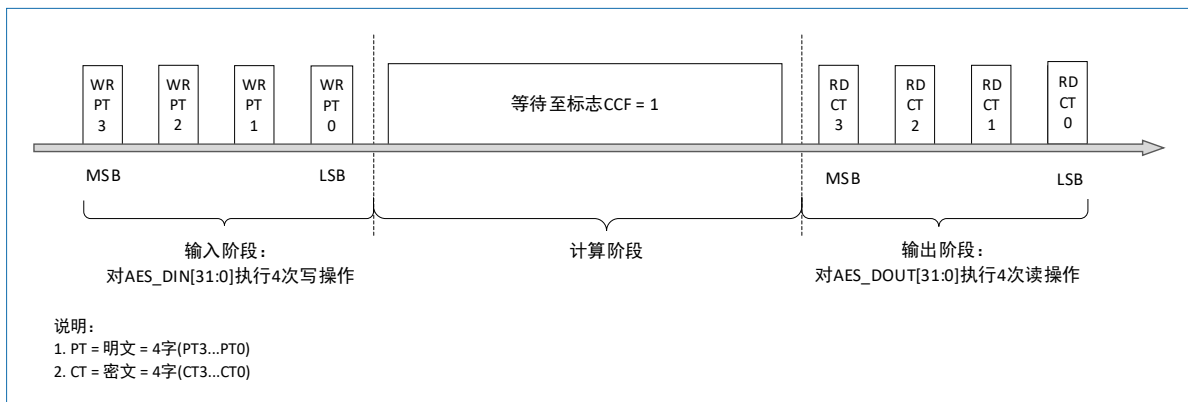

图 27-4 模式 1: 加密
4. 对 AES_DINR 寄存器执行 4 次写入操作，以输入明文 (MSB 优先)，如图 27-4 所示。
6. 对 AES_DOUTR 寄存器执行 4 次读取操作，以获取密文 (MSB 优先)，如图 27-4 所示。